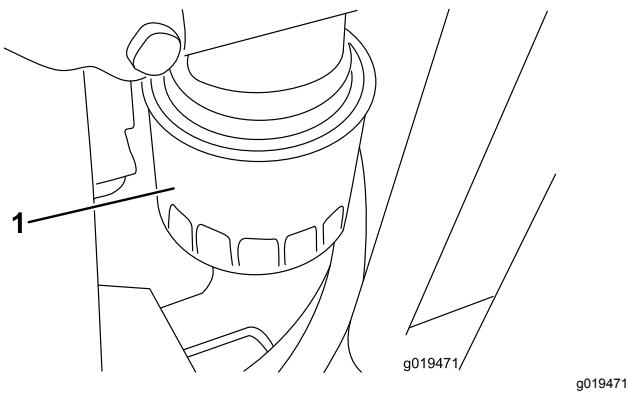

Figura 52
2. Togliete il filtro dell'olio (Figura 52). Applicate un velo di olio pulito sulla tenuta del nuovo filtro prima di avvitarla. Non serrate eccessivamente il filtro.